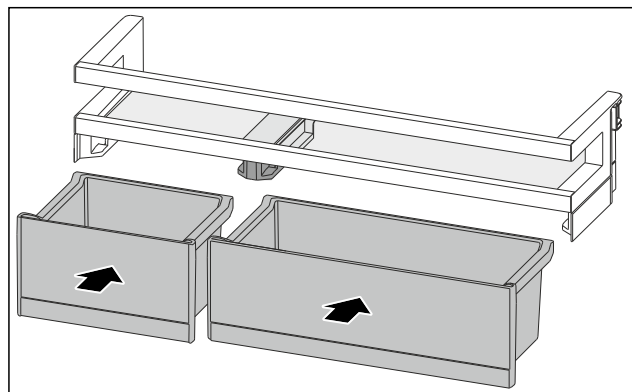

Fig. 153
- Umetnite kutije VarioBox izmijenjenim redoslijedom. (pogledajte Fig. 153)